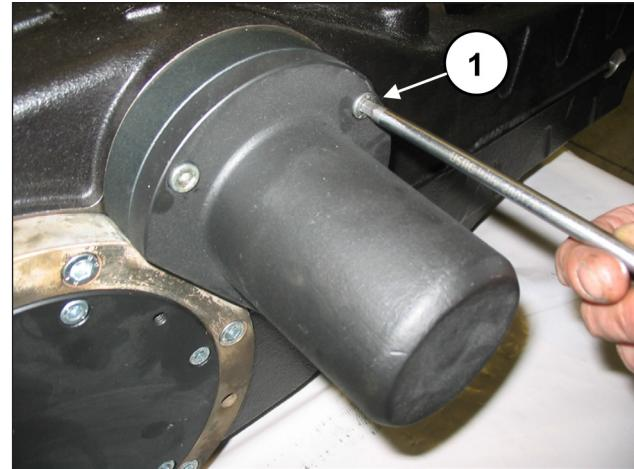

Fig. 8
Dévisser les vis de fixation du couvercle à l'extrémité de l'arbre (rep. ①, Fig. 8) et sortir le couvercle de l'arbre de la prise de force.